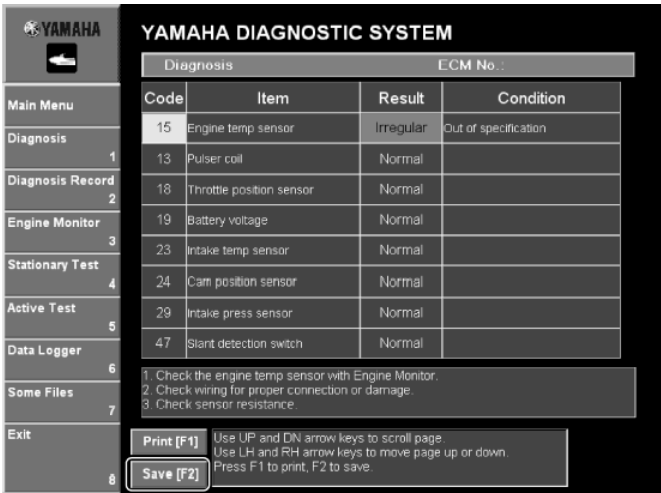

Рис. 36
- 1.Щелкнуть **Сохранить[F2](Save [F2])** или нажать, F2 на клавиатуре. отображается диалоговое окно **Сохранить как(Save As)** . (Рис. 36)